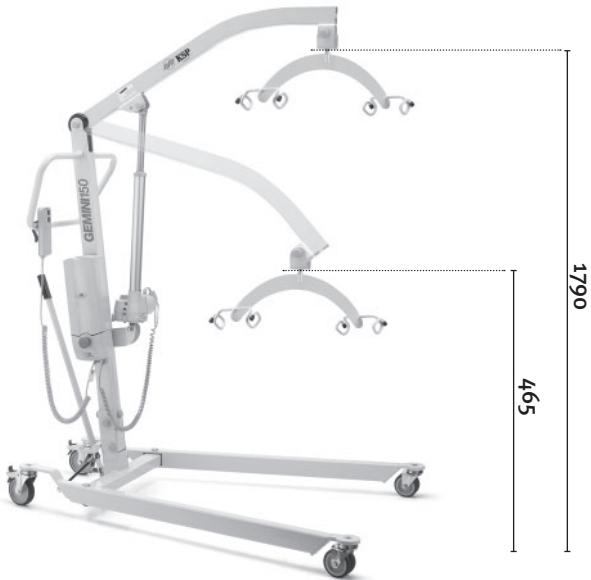

Fig. 11
- Art. N 9603 Imbracatura con sostegno cervicale per tetraplegici portata Kg. 170(Fig. 11)